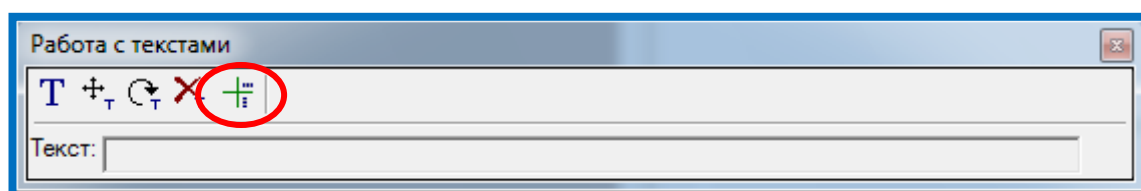
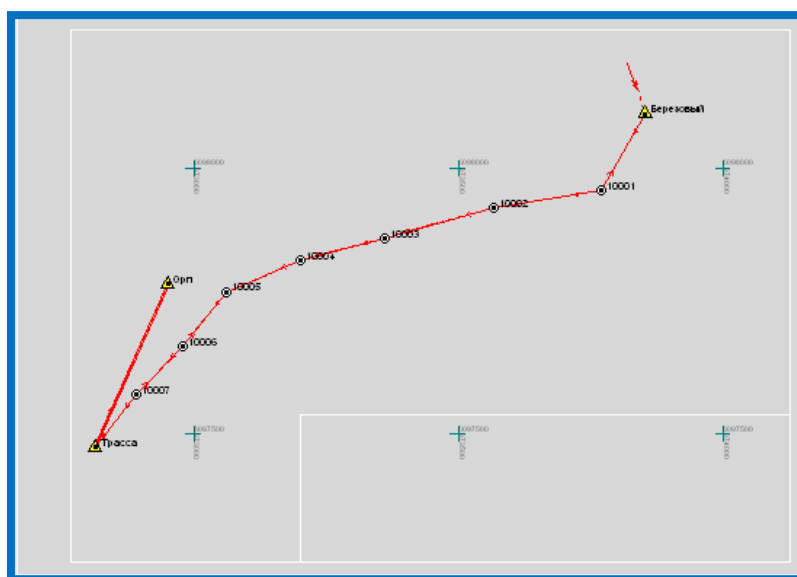

Рисунок 38 – Вставка подписи координатной сетки
Рисунок 39 – Подписанная координатная сетка
4. Подписываем координатную сетку. В меню **Чертежи** выбираем команду **Тексты – Вставить подпись для координатной сетки**, которая отобразится на панели инструментов (Рис.38). Щелкаем ЛКМ на тех перекрестиях координатной сетки, которые попадают в выбранный формат листа (Рис.39).